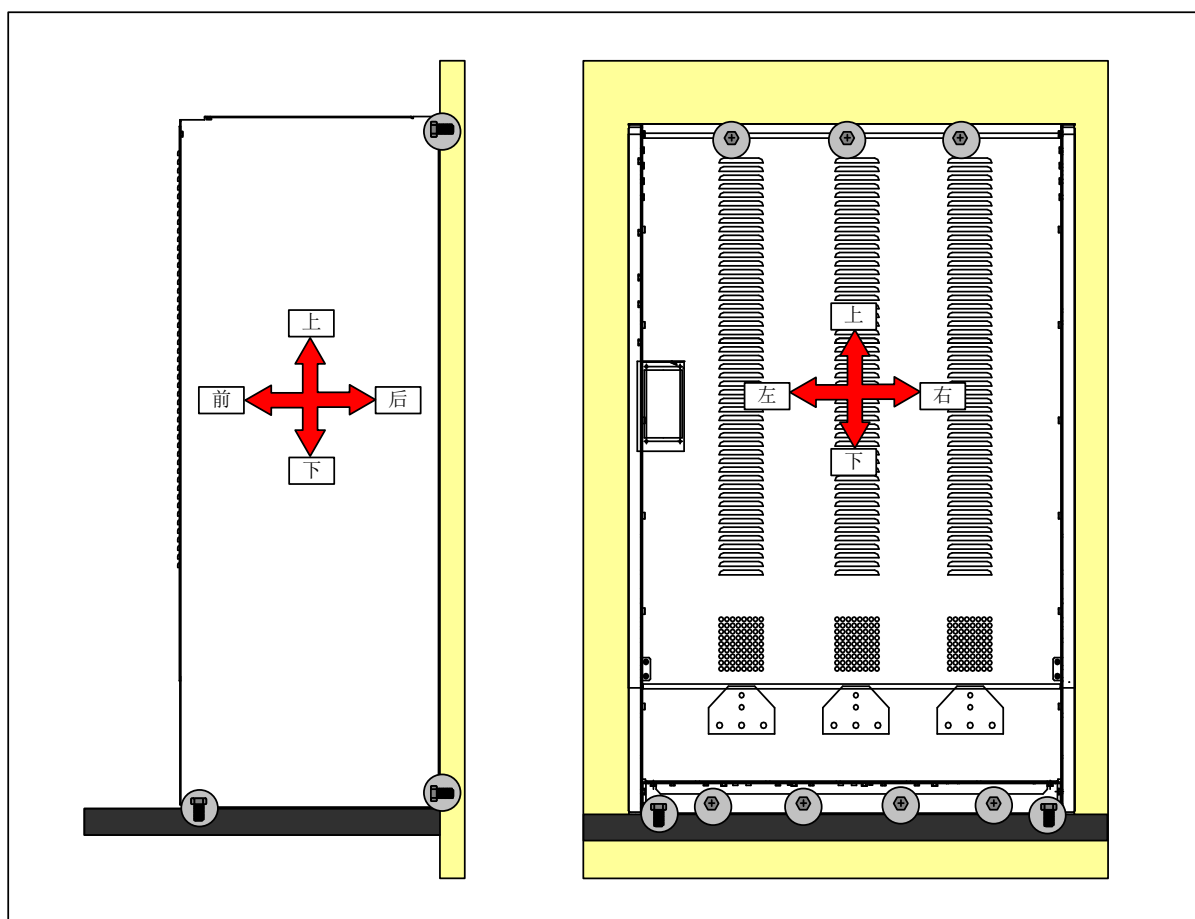

图 3.4-1 大容量产品安装
**注意)**只使用产品背面的固定孔安装，产品在悬挂的状态下经过长时间的震动可能导致产品损坏。如图3.4-1底面的固定孔也必须使用。